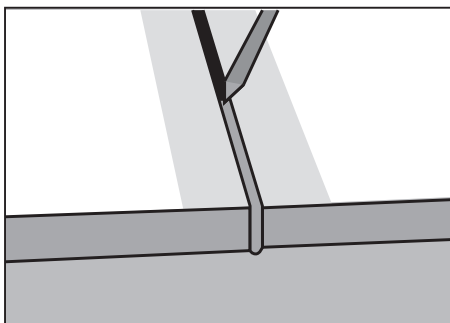

Fig. 2
6. Breng een geschikte 2-componentenlijm aan in de groef. Gebruik uitsluitend originele Core lijm. **De eerste 3 cm lijm uit de tube mag niet worden gebruikt.** (Fig. 2)